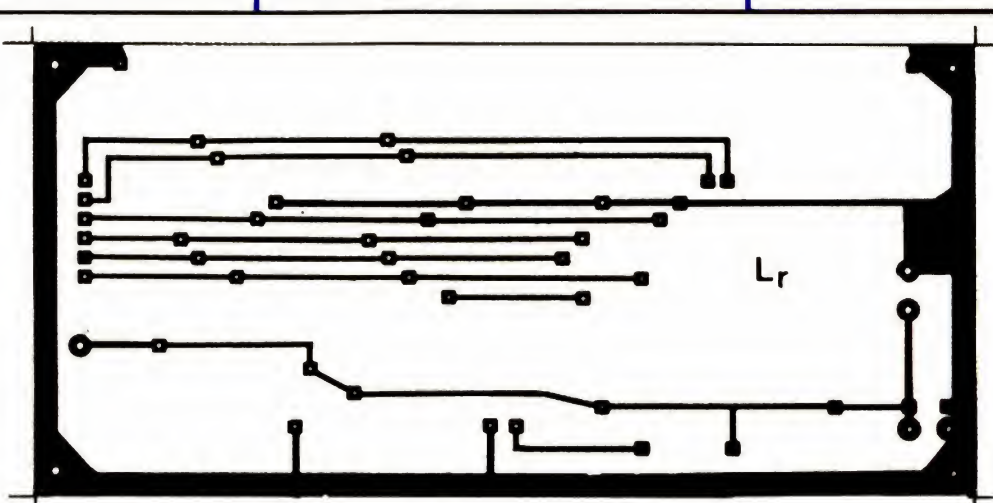

FIGURE 29. – Circuit imprimé C – recto.
- **CI. C.** Du compteur-décompteur, voir figure 29 et 30. Nous avons préféré dessiner un double face, pour éviter de nombreux straps. Hélas, avec les moyens amateurs, il n'est pas possible de faire des trous métallisés. Il y aura donc pas mal de renvois recto-verso à faire !